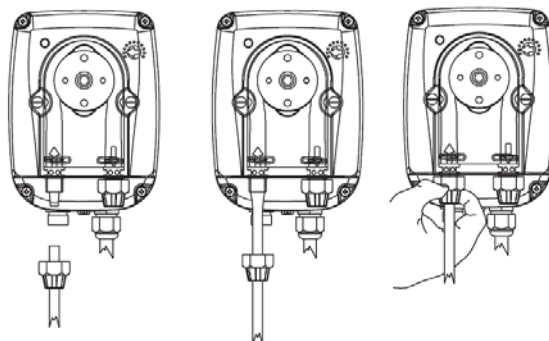

Рис. 6
**d.** – Пропустите шланг через гайку, одновременно проталкивая и вращая, вставьте шланг в коническое соединение ниппеля (зажим шланга), поворотом гайки зафиксируйте шланг. (Рис. 6)